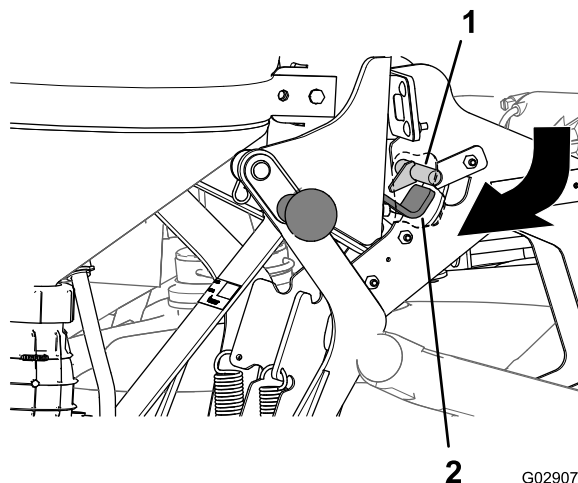

図 34
3. エダクタのハンドルを外側下方に向けて引いて、バックプレートの車体内側にあるフックをメインサポートフレームアセンブリのラッチロッドから逃がす 図 34。
3. クレードル上部のハンドルを押し込んで、ラッチのフック部分をメインサポートフレームのラッチロッドの後ろに合わせる 図 34。